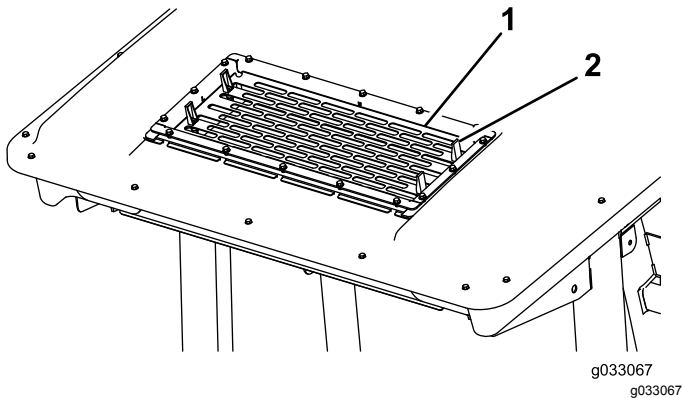

図 56
2. エアコン用スクリーンのタブ 4 個 **図 56** を外してスクリーンを取り外す。